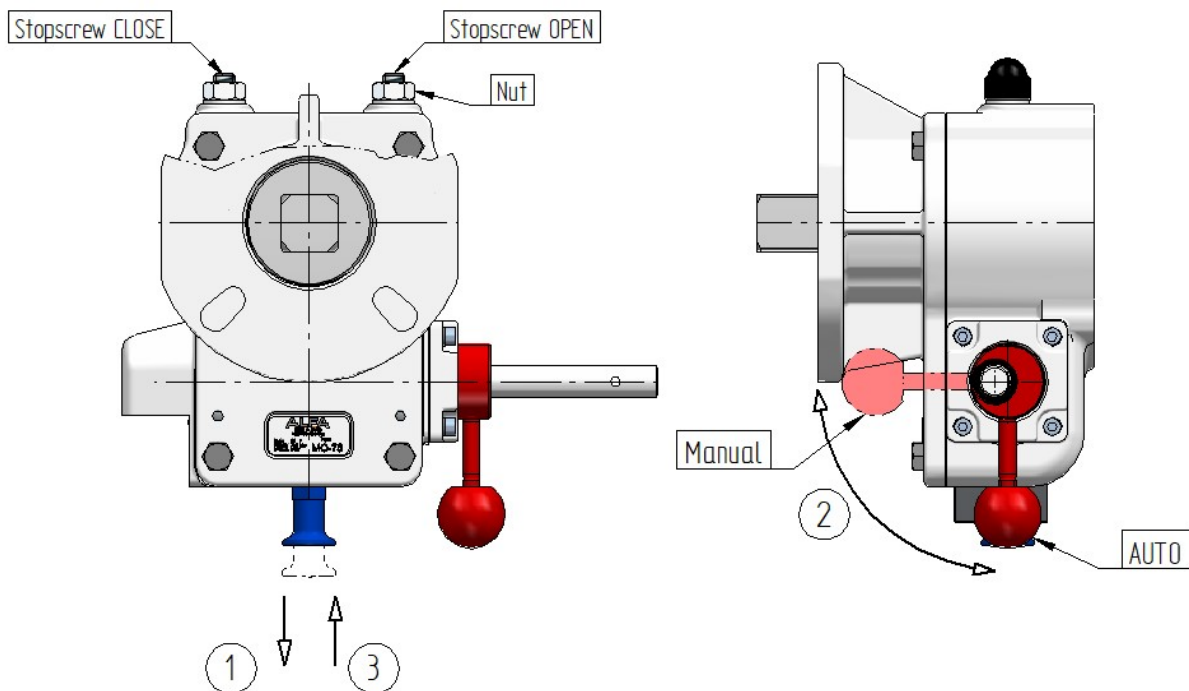
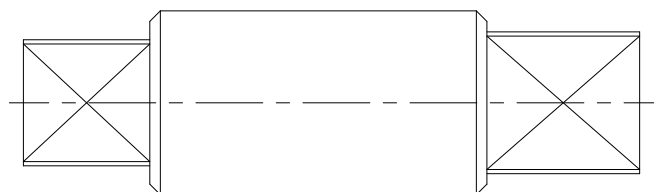

Figure 6 : Réglage des vis de butée du réducteur série MO
Figure 7 : Exemple d'arbre d'entraînement d'un réducteur série MO
Voir figure 6.
2. Mettre le réducteur en mode manuel en tournant la poignée de 90 degrés dans le sens horaire (voir chapitre « Exploitation » et/ou figure 6 :
3. Amener la vanne en position complètement fermée en tournant le volant dans le sens horaire. Si la position complètement fermée ne peut pas être atteinte, desserrer la vis de butée de fermeture (voir figure 6). Continuer à tourner le volant jusqu'à ce que la vanne soit entièrement fermée.
5. Ouvrir la vanne en tournant le volant dans le sens antihoraire. Si la position complètement ouverte ne peut pas être atteinte, desserrer la vis de butée d'ouverture (voir figure 6). Continuer à tourner le volant jusqu'à ce que la vanne soit entièrement ouverte.
8. Tirer le bouton vers l'extérieur (3) et tourner la poignée (dans le sens antihoraire) jusqu'à ce que le bouton retombe dans sa position verrouillée (2).
- b. Positionner l'arbre d'entraînement (voir figure 7) sur la partie supérieure du réducteur.